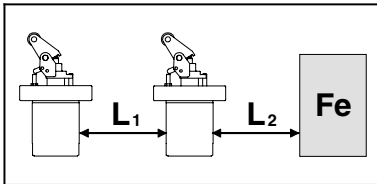

Bild 15/Fig. 15
- Achten Sie auf die Einhaltung des Mindestabstands L zwischen statischen oder bewegten ferritischen Massen (siehe Bild 15).
- make sure that the minimum distance L is observed between static or moving ferritic masses (see Fig. 15).